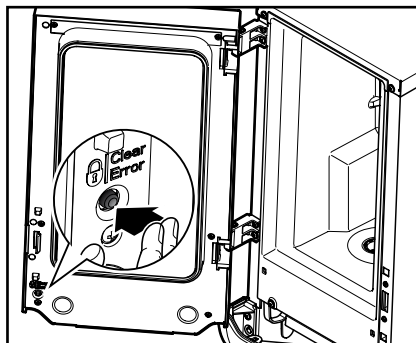

Fig. 22
2. Premere l'interruttore **,SERRATURA/Clear-Error'**, per bloccare l'erogazione delle bevande (fig. 22).
3. Premere l'interruttore **,SERRATURA/Clear-Error'**, per riabilitare l'erogazione delle bevande (fig. 22).